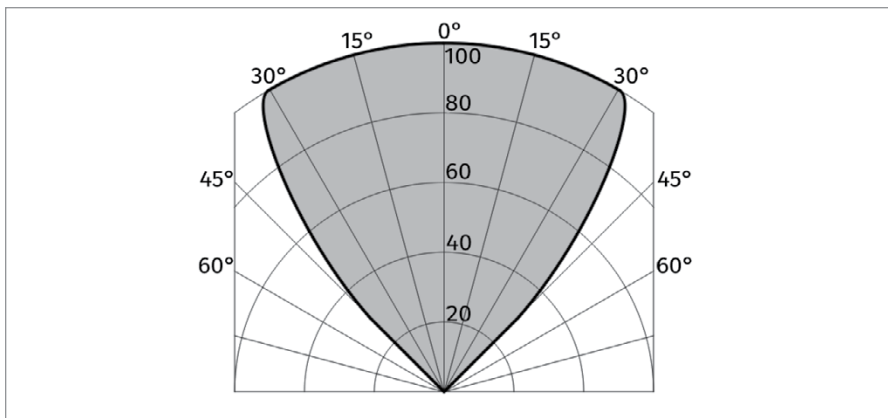
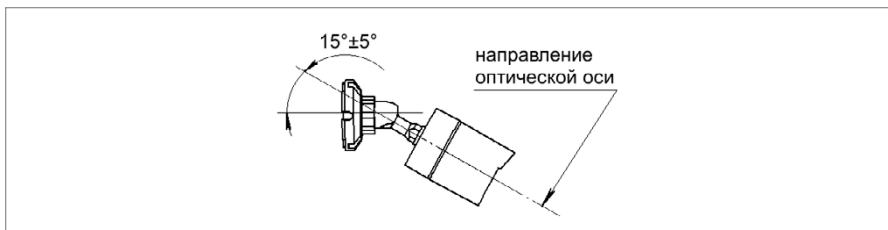

Рисунок 78. Диаграмма чувствительности извещателя с козырьком в штатном положении (в процентах от максимального значения)
Рисунок 79. Положение извещателя при монтаже относительно горизонта
- расположение и нацеливание извещателя должно быть произведено с учетом чувствительности и угла обзора извещателя Рисунок 78 на наиболее вероятный источник возгорания, помимо этого для предотвращения скопления влаги на извещателе его ориентация относительно горизонта должна быть не менее 10 градусов по направлению к земле Рисунок 79;